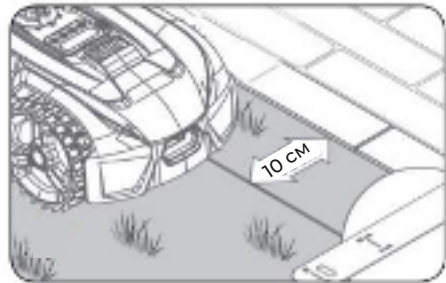

Рис. 8
5.2.2 Если препятствие находится на одном уровне с землей и безопасно для газонокосилки, например, дорожки, тротуары, площадки, то расстояние до ограничительного провода может составлять 10 см (рис. 8).